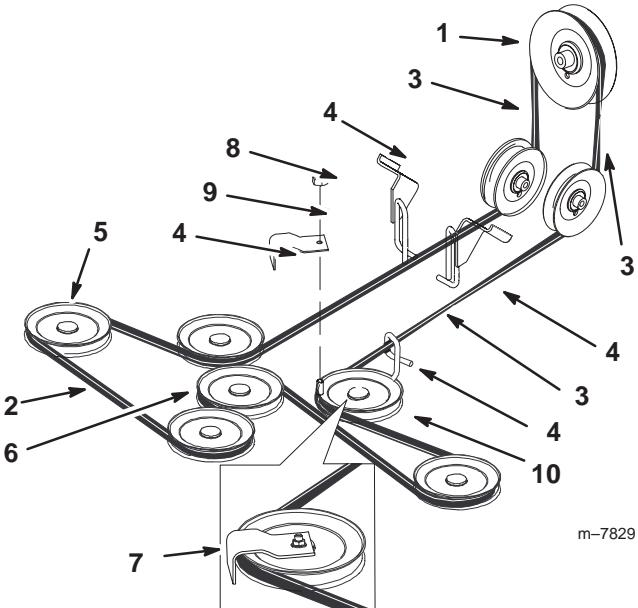

Figure 73
5. Déposez l'écrou, la rondelle et le guide-courroie de la poulie arrière gauche (Fig. 73).
6. Dégagez la courroie de plateau de coupe des guide-courroies et déposez-la (Fig. 73).
7. Installez la courroie neuve autour des poulies d'axe et de la poulie de tension du plateau de coupe, dans les guides de courroie, dans l'ensemble bras de tension arrière et l'embrayage (Fig. 73).
8. Posez le guide-courroie assorti d'une rondelle et d'un écrou sur la poulie arrière gauche (Fig. 73).
Important Vérifiez le vrillement de la courroie entre les poulies. Il doit être conforme aux spécifications de la Figure 73.